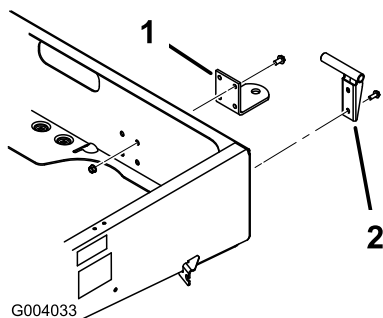

Bild 8
2. Fluchten Sie die Anbauvorrichtung mit den Befestigungslöchern im Rahmen aus. Befestigen Sie die Anbauvorrichtung mit den Schrauben und Muttern (Bild 8).
2. Befestigen Sie die linke Schwenkhalterung mit zwei Bundkopfschrauben ((3/8 x 1 Zoll)) an der hinteren linken Ecke des Rahmens. Ziehen Sie die Schrauben mit 22 Nm an. Positionieren Sie die Halterung wie in Bild 8 dargestellt.